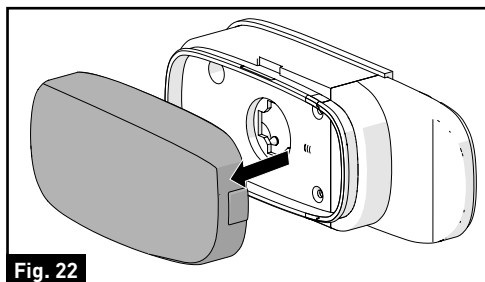

Fig. 22
2. Retire la tapa de la lente raspando la ranura en el costado del semáforo. (Fig. 22)